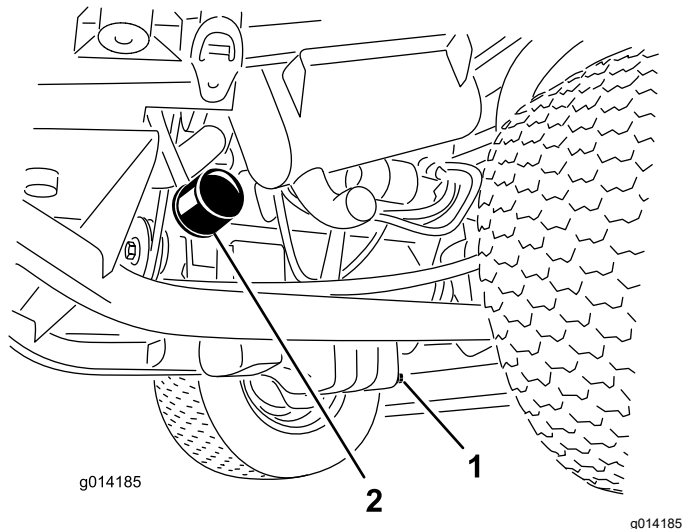

Рисунок 33
1. Снимите маслосливную пробку (Рисунок 33) и дайте маслу стечь в сливной поддон.
3. Снимите масляный фильтр (Рисунок 33).